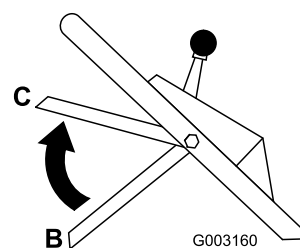

Figura 20
- Levante la barra de control hasta la posición central, unos 13 cm por debajo del travesaño del manillar (Posición C de la Figura 20).